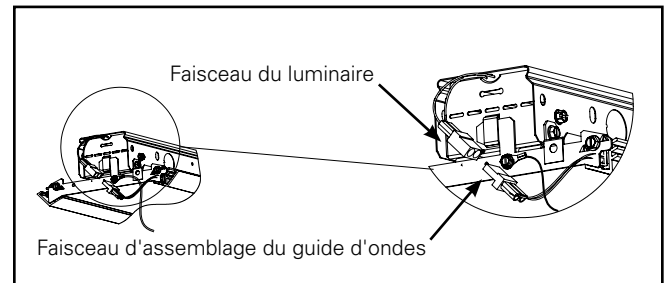

Figure 12.
5. Raccordez le faisceau de câblage de la DEL à chaque extrémité de l'assemblage du guide d'ondes. (Figure 12.)